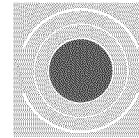
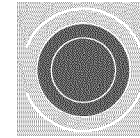
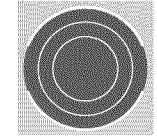

Fig. 2
Fig. 3
Fig. 4 - Elemento triple solamente
3. Oprima la tecla de "ELEMENT SIZE" (tamaño de elemento) y navegue por los ajustes de tamaño sencillo (Fig. 2), doble (Fig. 3) o triple (Fig. 4, si es disponible).